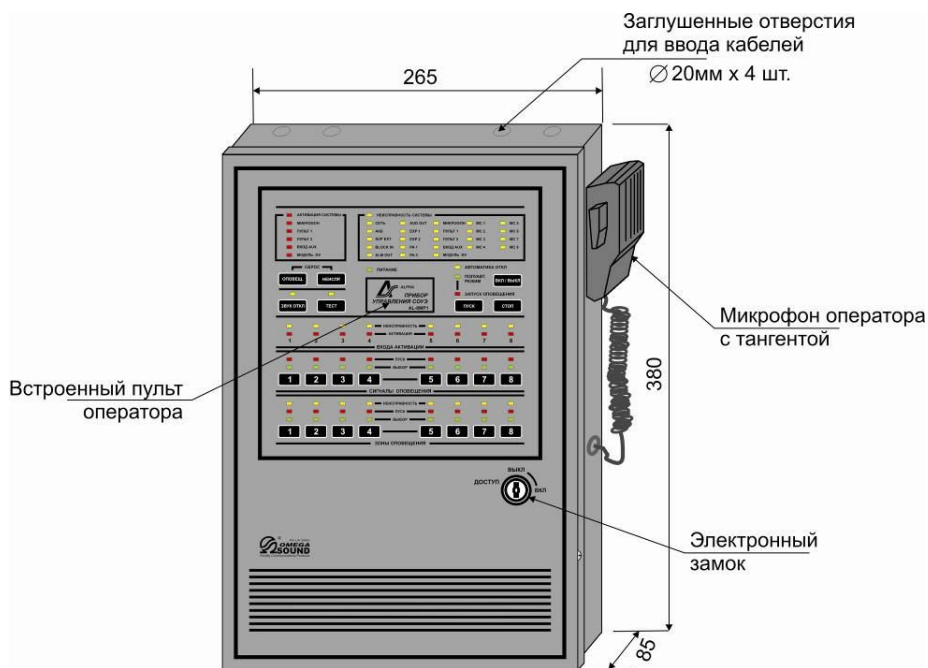
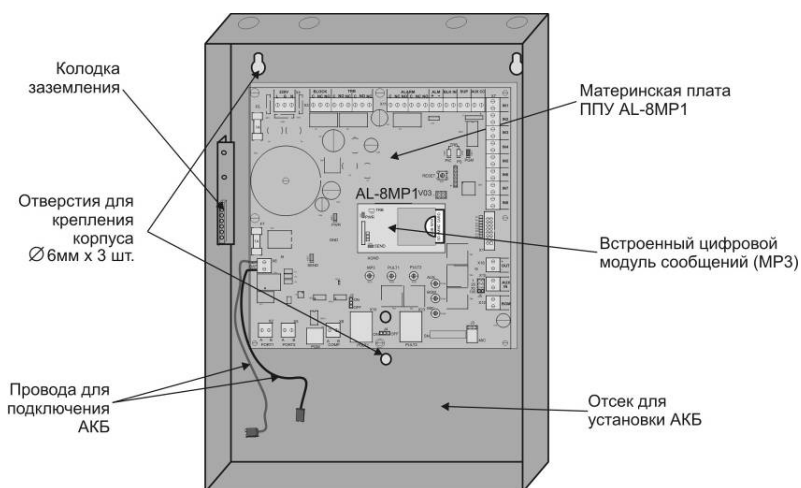

Рис.3. Внешний вид и габаритные размеры ППУ AL-8MP1
Рис.4. Внешний вид ППУ AL-8MP1 со снятой дверцей.
- 2.1.3.1. Установочные отверстия и размеры ППУ AL-8MP1 показаны на рис.3 и рис.4.
Все подключаемые к прибору провода вводятся в корпус через заглушенные отверстия показанные на рис. 3. Все контактные винтовые терминалы предназначены для подключения проводов сечением 0.5-2,5 кв.мм. Выбор сечения проводника должен производиться с учетом требований нормативных документов, исходя из силы тока и длины проводящей цепи.